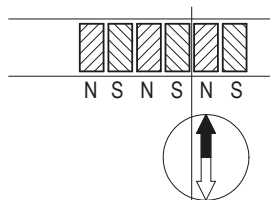

Abb. 8: Ermittlung der Polarität. Trennung des Magnetbandes
3. Wenn erforderlich mit Kompaßnadel kontrollieren, wo sich die Pole am Magnetband befinden (siehe **Abb. 8**).